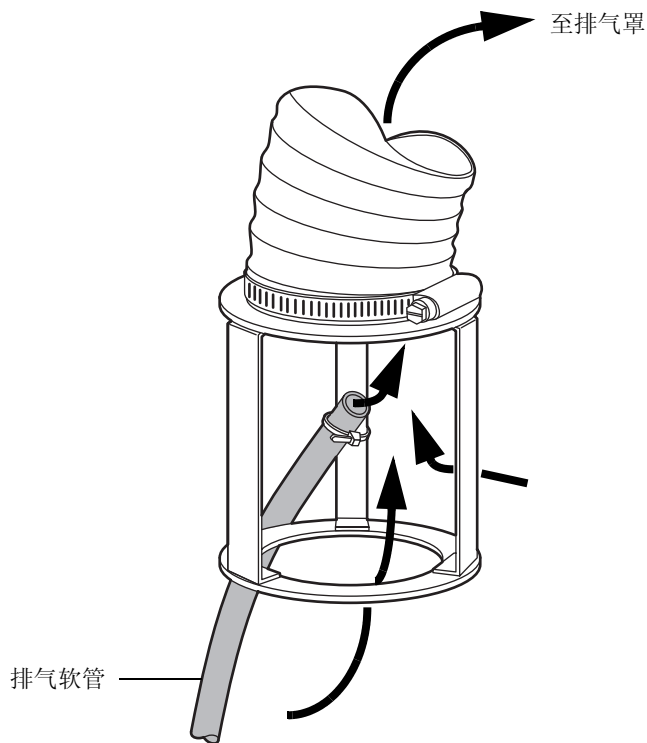

图 2-8 排气系统流示例
6. 将管的另一端以垂直角度连接到实验室排气系统上，该系统具有适度的真空度 (图 2-8)。
注意： 不要将管子放入废气排放口。否则会在气体从 2420 ELS 检测器导出处产生较强的真空，这可能会带走宝贵的样品（图 2-8）。